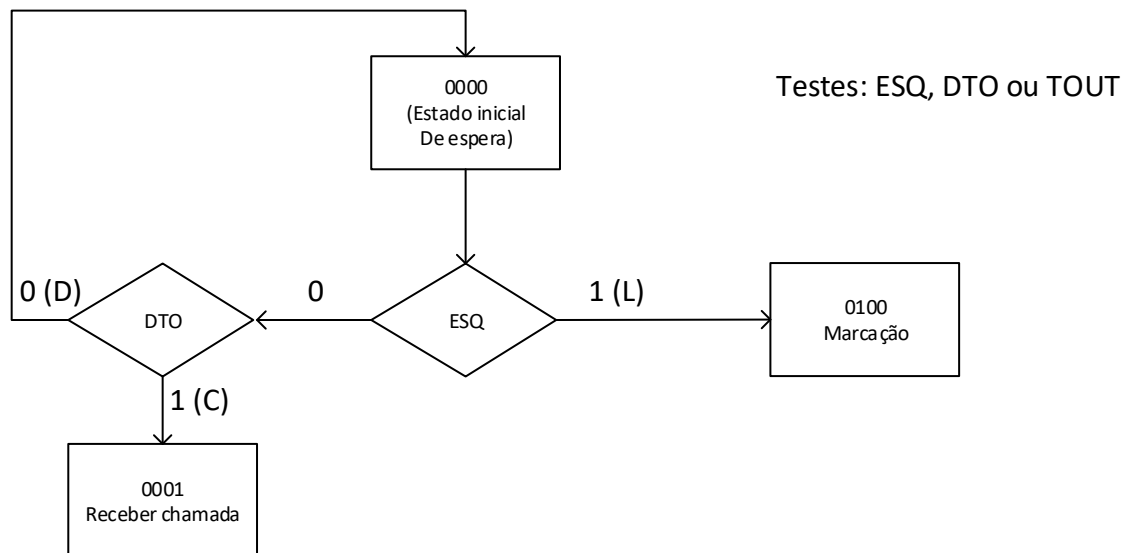

Figura 2
- O bit data(0) da ROM permite ativar (em conjunto com a saída do MUX1) o reset do contador, permitindo assim que o estado seguinte seja o estado “0000”.
- Os bits da ROM data(4:3), correspondentes ao MUX2 da ROM e o bit data(5) permitem activar o sinal “load/not(count)” do contador (quando SUP = 0).
- Para que sejam efetuados os testes indicados na figura 2, a linha da ROM correspondente ao endereço “0000” deverá ter
- O bit data(12) indica se nesse estado o circuito temporizador está a contar ou não. Assim, no estado "0000" data(12) = 0 (temporizador inativo).
- Complete o fluxograma da máquina de estados fornecido na folha de respostas de casa, mantendo a mesma notação da figura 2 em cada teste, estado e ramo, indicando:
- iii. O valor de teste de cada ramo e a indicação DISABLE (D), COUNT (C) ou LOAD (L).